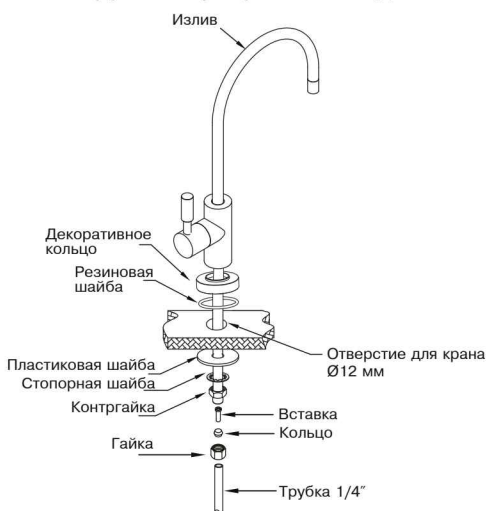

Рис. 4
Монтаж крана чистой воды\* производите согласно рис. 4. Мы рекомендуем не затягивать гайку крана до завершения монтажа и проверки работоспособности системы, чтобы была возможность убедиться в отсутствии подтекания воды в месте соединения корпуса крана и резьбовой трубки. В комплекте с краном чистой воды для герметизации соединения с трубкой может поставляться набор деталей для подключения, либо кран может иметь в своем составе быстроразъемный коннектор. На рис. 5а, б, в приведены способы подключения трубки к крану чистой воды (рис. 1).
2. Откройте кран подачи воды (B).
3. Откройте кран чистой воды (A).
7. Убедитесь в отсутствии протечки внизу корпуса крана чистой воды, затянute гайку крана (см. рис. 4).